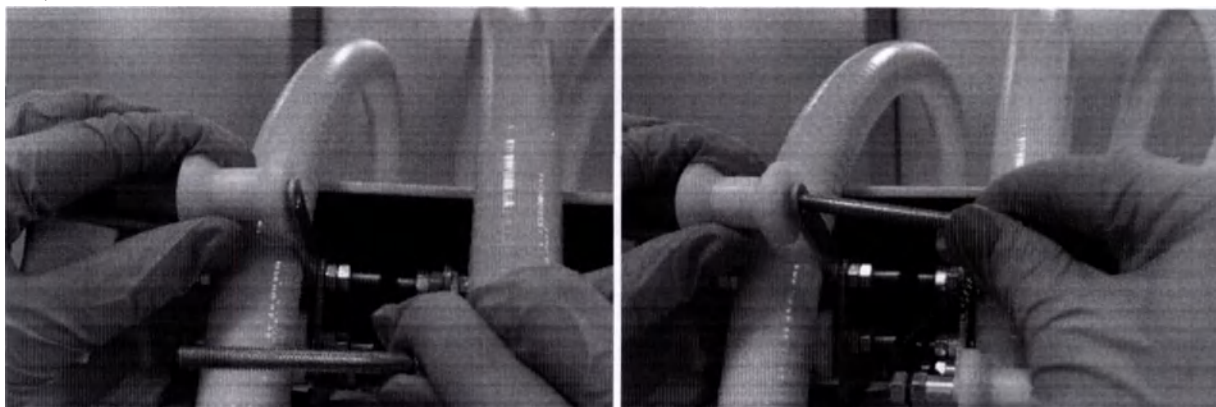

Рис.8.14 – Подсоединение установочного винта
8.4.9. Отодвиньте пружину установочного винта и проденьте его через отверстия держателя шланга и втулки как показано на рис.8.14. Для манипулы № 1 (нумерация идет слева направо, если смотреть на заднюю часть Прибора) установочный винт продевается справа налево, для манипул № 2 и 3 значения не имеет, для манипулы № 4 слева направо.